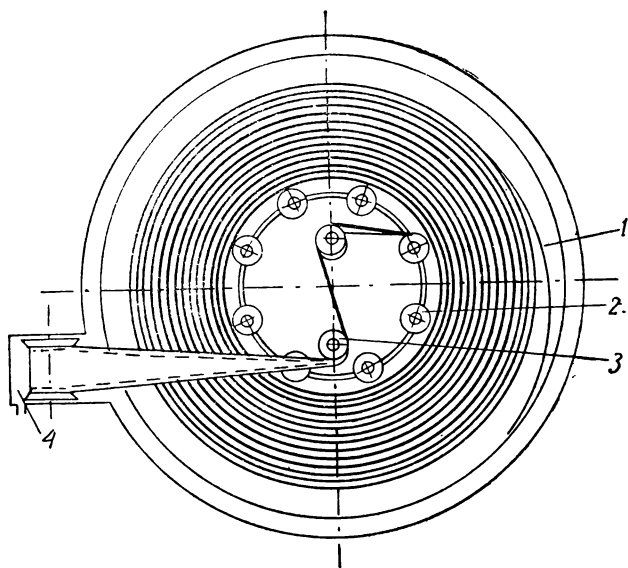

Рис. 7. Схема прохождения фильма в разматывателе, в котором рулон размещается на неподвижном диске (вид сверху):
1. Разматываемый рулон размещается вокруг вертикальных роликов на неподвижном диске (рис. 7).